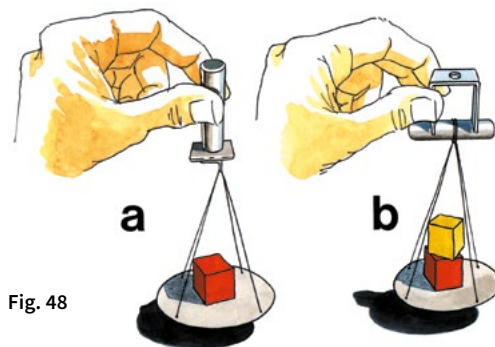

Fig. 48
a) Dans un morceau de carton, nous découpons un petit plateau et nous l'attachons avec 3 ou 4 fils à l'équerre allongée n. 16 (voir fig. 48). Nous soulevons l'équerre au moyen de l'aimant. Sur le plateau nous posons successivement divers objets de notre boîte, jusqu'au moment où l'aimant lâchera le tout. Nous avons alors dépassé sa puissance.
b) Nous prenons le cadre de noyau, nous posons ses deux extrémités sur les pôles de l'aimant et nous suspendons au centre de celui-ci les fils du plateau (voir 2e partie de la fig. 48).